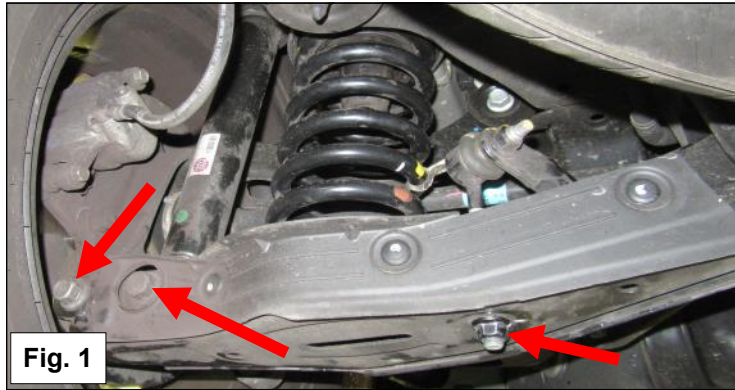

Fig. 1
2. Demontieren Sie die Befestigung der Stabilisator Stange zu den Tragarm. *Siehe Abb. 1.*
3. Unterstützen Sie den Tragarm und entfernen Sie den Tragarmbolzen an die Rad Seite. Entfernen Sie der untere Bolzen des Stoßdämpfers. **Achten Sie darauf dass der Tragarm unter Federspannung ist.** *Siehe Abb. 1.*